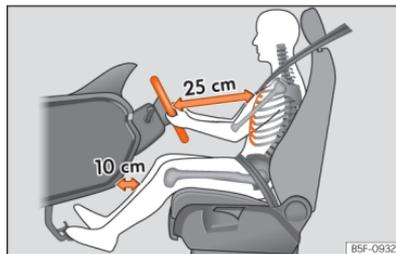

Fig. 14 A separação correta entre o condutor e o volante deve ser de 25 cm no mínimo [10 polegadas].
- Ajuste o volante de modo a ficar a uma distância de, pelo menos, 25 cm [10 polegadas] do esterno »» **Fig. 14** e a poder segurá-lo com ambas as mãos pelos lados, pela parte exterior, com os braços ligeiramente fletidos.